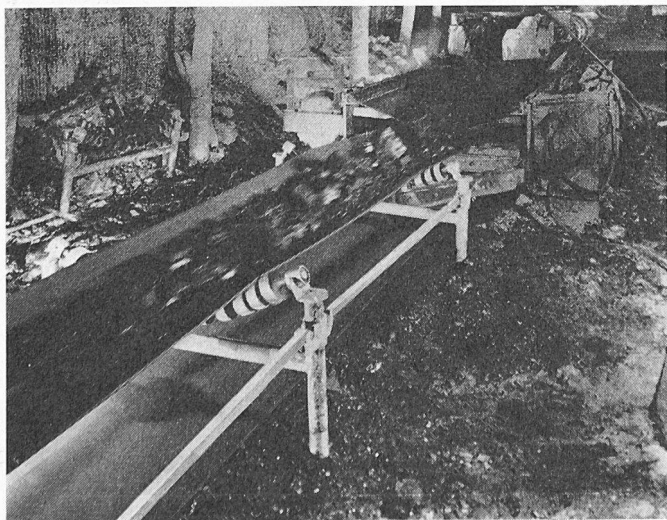

Bild 8. Förderband auf *Joy-Limberoller-Transportbandrollen*
Bild 8 veranschaulicht in schematischer Darstellung die dem Abpumpen eingedrungenen Wassers dienende Lenzanlage. In jede Schotte mündet direkt oder indirekt über von Hand zu betätigende Absperrschieber eine Absaug- oder Lenzleitung. Die Saugleitungen führen alle in ein gemeinsames, im Maschinenraum untergebrachtes Sammelrohr, die Lenzbatterie, welche an vier voneinander unabhängige Pumpen angeschlossen werden kann. So ist an jedem Diesel-
*Joy-Limberoller-Transportbandrollen* (Bild 8) bestehen aus einer Anzahl druckgeformter Neoprenscheiben, die auf ein mit Neopren überzogenes Stahlkabel aufvulkanisiert sind, welches seinerseits frei zwischen zwei Präzisionsrillenlagern hängt. Vorteil: Keine Wartung erforderlich, Schonung des Bandes infolge der flexiblen, nicht scharfkantigen Unterlage und der natürlichen Muldung.